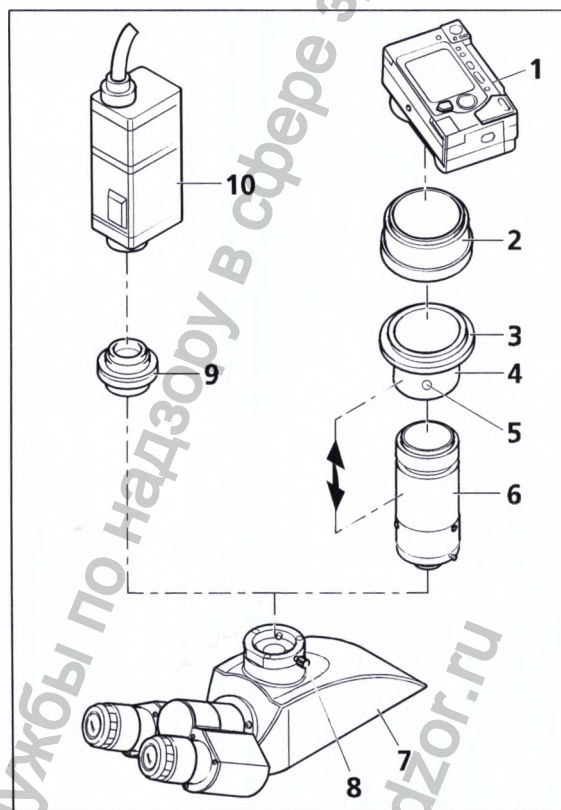

Рисунок 17 Установка фотокамеры
- При необходимости привести фототубус в рабочее положение (Рисунок 17/7) (смотри раздел 3.4.1).
- Ослабить зажимный винт (Рисунок 17/8) и снять пылезащитный колпак с фототубуса.
- Подвижная оправа (Рисунок 17/4), резьбовое адаптерное кольцо M37/52 (Рисунок 17/3) и оправа линзы (Рисунок 17/6) поставляются как предварительно смонтированный «адаптер P95 M37/52x0,75 для цифровой фотокамеры». Рисунок рядом показывает этот блок в разобранном виде. Кроме того, с подвижной оправы (Рисунок 17/4) можно отвинтить резьбовое кольцевой адаптер M37/52 (Рисунок 17/3) (не изображён), что позволит подсоединить фотокамеру с резьбой M37.
- Установить адаптерное кольцо (Рисунок 17/2) (входит в объём поставки фотокамеры фотокамеры (Рисунок 17/1) (смотри инструкцию по обслуживанию фотокамеры).
- Винтить блок, состоящий из подвижной оправы (Рисунок 17/4), резьбового адаптерного кольца M37/52 (Рисунок 17/3) и оправы линзы (Рисунок 17/6), в адаптерное кольцо (Рисунок 17/2).
- Вставить фотокамеру с адаптером до упора в фототубус, выставить и зафиксировать её помощью зажимного винта (Рисунок 17/8).
- В зависимости от конфигурации микроскопа или типа используемой фотокамеры может потребоваться оптимизация расстояния между камерным объективом и оправой линзы (Рисунок 17/6) (смотри двойную стрелку), в частности тогда, когда уже невозможно получить необрезанное изображение по всему диапазону варьирования фокусного расстояния камерного объектива. В таком случае необходимо поступить следующим образом:
- Ослабить резьбовой штифт (Рисунок 17/5).
- Варьировать фокусировку камерного объектива от широкоугольной (W) до телесъёмки (T).
- Резьбовой штифт снова затянуть (Рисунок 17/5).
Фотокамеры, оснащённые резьбой «C-Mount», присоединяются к фототубусу микроскопа с помощью адаптера «P95-C 2/3"» 0,65х или «P95-C 1/2"» 0,5 (Рисунок 17/9).
- Вставить фотокамеру (Рисунок 17/10) вместе с подходящим адаптером (Рисунок 17/9) до упора в фототубус, выставить и зафиксировать с помощью зажимного винта (Рисунок 17/8).